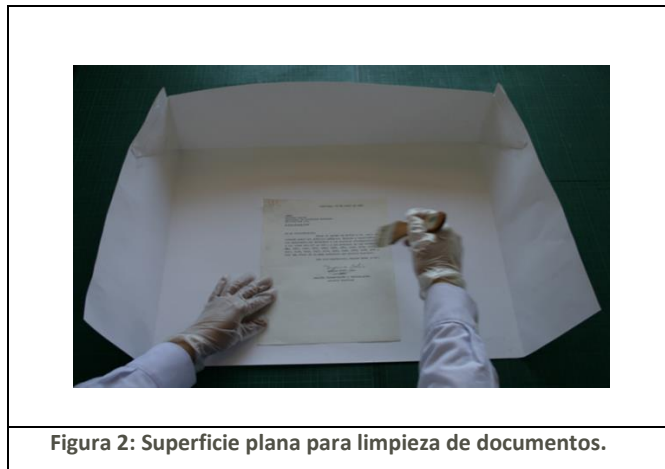

Figura 2: Superficie plana para limpieza de documentos.
- Ubicarse en un área ventilada e iluminada, apartada de la documentación. Sobre una superficie plana, coloque un pliego de papel resistente (*kraft* o cartulina) con los bordes levantados (figura 2). Todo el proceso se realizará sobre esta superficie, de manera que una vez finalizado el trabajo, el papel sucio se elimine.